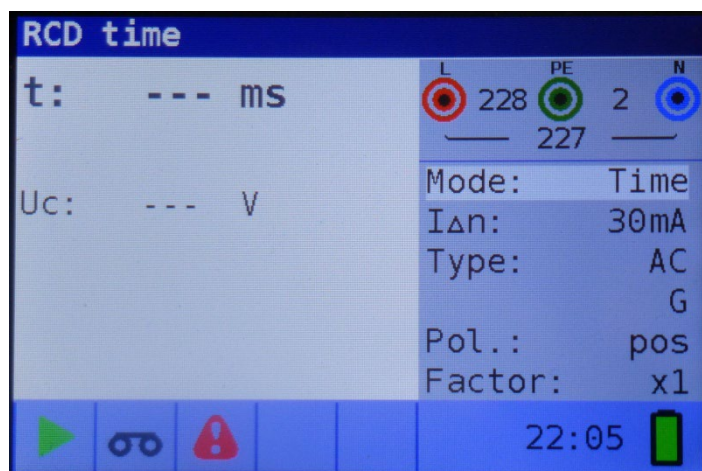

Abbildung 5-15 : Menü zur Messung der Auslösezeit
Schritt 3 Schließen Sie die Messleitungen an das Gerät an und folgen Sie dem in Abbildung 5.15 gezeigten Anschlussplan, um die Kontaktspannung zu messen.
Schritt 3 Schließen Sie die Leitungen an das Gerät an und folgen Sie dem Anschlussplan in Abbildung 5.15 (siehe Kapitel 5.3.6 *Kontaktspannung*), um die Messung der Auslösezeit durchzuführen.
Schritt 3 Schließen Sie die Messleitungen an das Gerät an und folgen Sie dem in Abbildung 5.15 gezeigten Anschlussplan (siehe Kapitel 5.3.6 *Berührungsspannung*), um Auslösestrommessungen durchzuführen.
Schritt 3 Schließen Sie die Messleitungen an das Gerät an und folgen Sie dem Anschlussplan in Abbildung 5.15 (siehe auch Kapitel 5.3.6 *Berührungsspannung*), um die automatische Prüfung des FI-Schutzschalters durchzuführen.